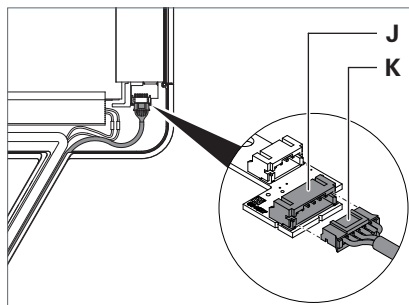

Fig. 6 : Brancher la tête du luminaire, partie 2.
- Branchez le connecteur femelle **K** avec le connecteur mâle **J** dans la tête du luminaire, voir Fig. 6.